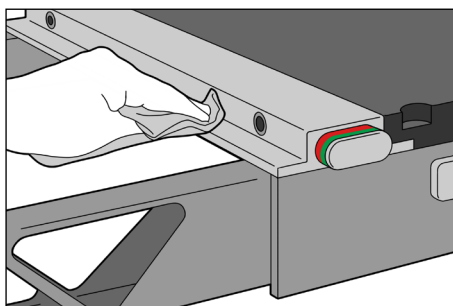

Fig. 2
2. Tør fnug eller restmaterialer af det udvendige af låsen. (Fig. 2)